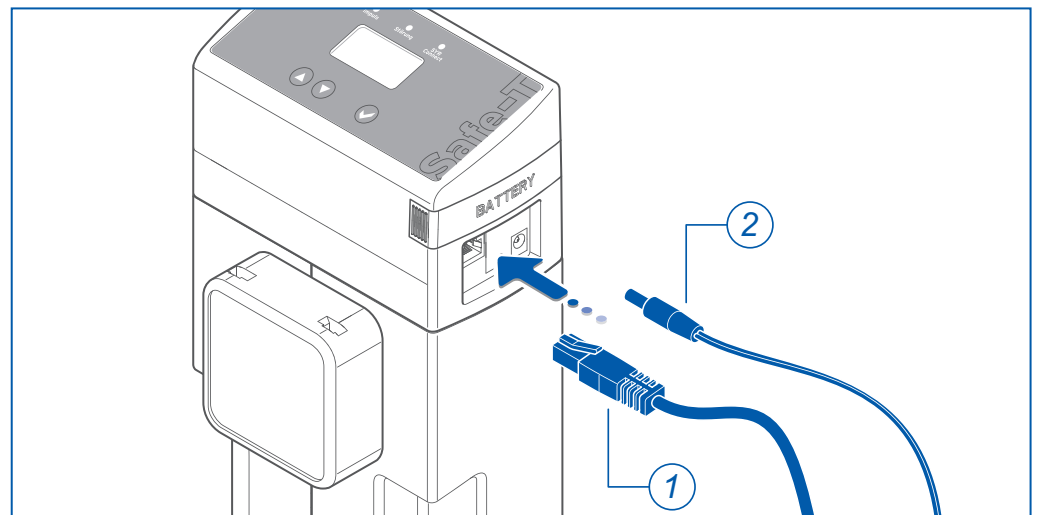

Fig. 5: Conexiones de Safe-T Connect
- ▶ Conecte un cable de red (1, Fig. 5) y el adaptador de red (2) a Safe-T Connect.